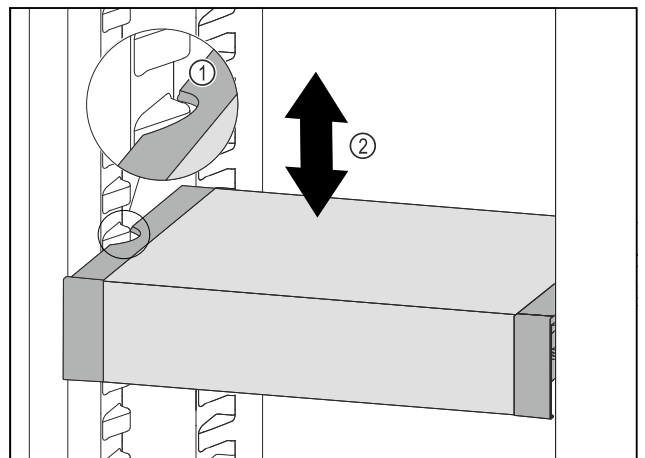

Fig. 88
- VarioSafe nach vorne ziehen, bis sich die seitlichen Aussparungen des VarioSafes auf Höhe der Behälterrippe im Kühlteil befinden. Fig. 88 (1)
- VarioSafe im Kühlteil nach oben oder unten bewegen, bis gewünschte Höhe erreicht ist. *Fig. 88 (2)*